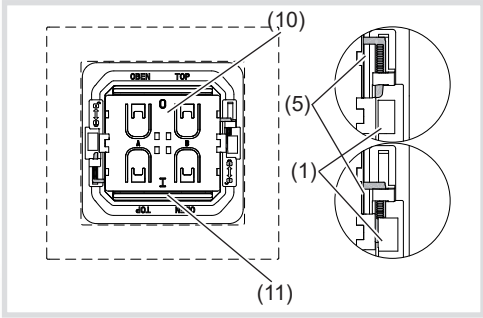

Figura 4: Berker Pulsante sbloccato e bloccato
- Montare la cornice (2) sulla piastra di supporto (6).
- Posizionare il Berker Pulsante (3) sulla piastra di supporto tramite i perni di bloccaggio. Prestare attenzione ai contrassegni al centro del modulo - lo **0** deve stare in alto (10) e **I** deve stare in basso (11).
- Far scorrere le barre di bloccaggio gialle (5) a destra e a sinistra del Berker Pulsante verso l'alto/il basso fino alla battuta sotto ai perni di bloccaggio (1) (figura 4).